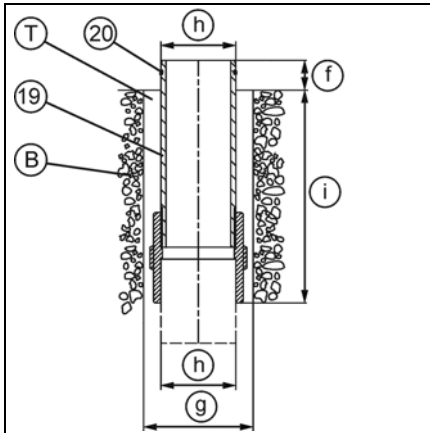
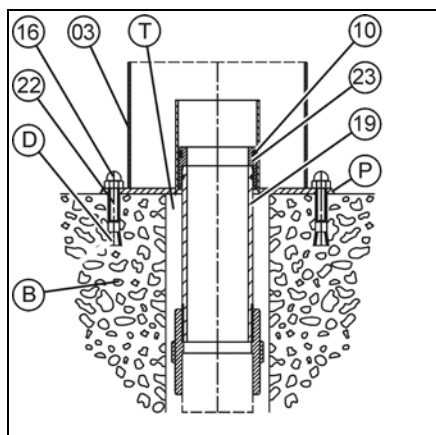

Fig. 10
Fig. 11
véase Fig. 10 y Fig. 11.
Retirar la lámina de protección C (Fig. 10) del juego de montaje (01).
Retirar la lámina de protección C (Fig. 10) del juego de montaje (02).